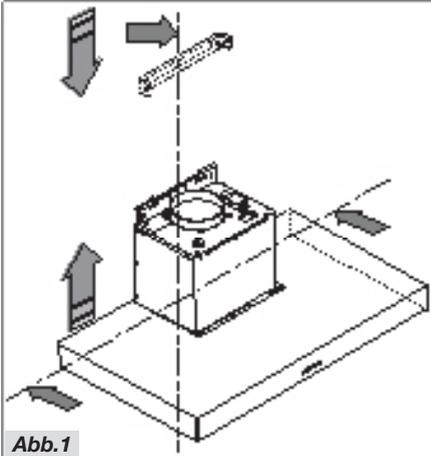
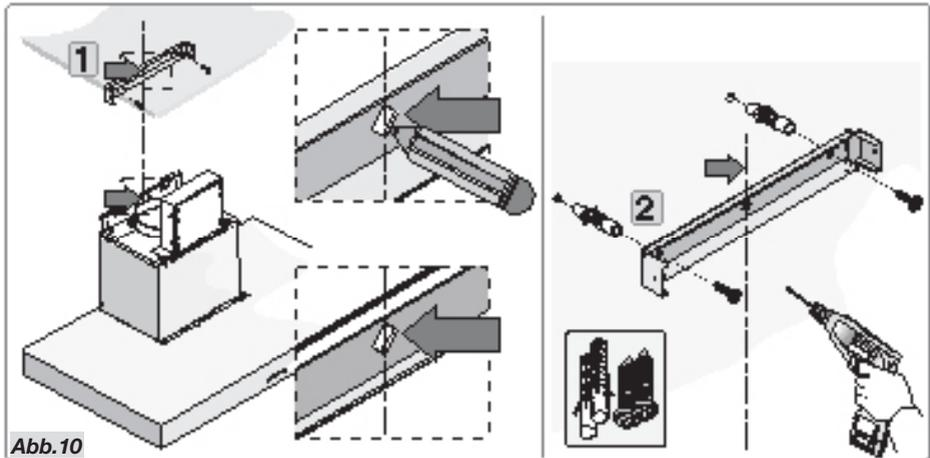

Abb.1
Abb.10
Für den Wechsel der Halogenlampen **B** auf das Deckglas **C** drücken; siehe Abb.1.
- Bringen Sie den Bügel unter Berücksichtigung der Messungen aus Abb.1 an und befestigen Sie ihn mit den mitgelieferten Schrauben und Dübeln (Abb.10).